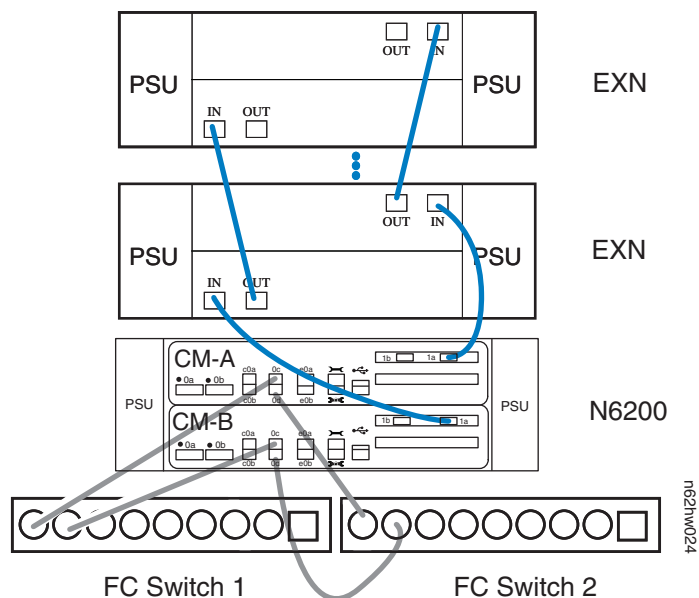

图 9. 将 N6200 系列系统扩展适配器用电缆连接到存储扩展单元
3. 如第 17 页的图 9 所示，将顶部控制器模块（CM-A）的双端口扩展适配器端口 1a 用电缆连接到第一个存储扩展单元通道 A ESH4 或 AT-FCX IN 端口。
4. 如第 17 页的图 9 所示，将底部控制器模块（CM-B）的双端口扩展适配器端口 1a 用电缆连接到第一个存储扩展单元通道 B ESH4 或 AT-FCX IN 端口。
5. 如图 9 所示，将第一个存储扩展单元通道 A ESH4 或 AT-FCX OUT 端口用光缆连接到下一个存储扩展单元通道 A ESH4 或 AT-FCX IN 端口。用纯色标签标记该电缆。
6. 如图 9 所示，将第一个存储扩展单元通道 B ESH4 或 AT-FCX OUT 端口用光缆连接到存储扩展单元通道 B ESH4 或 AT-FCX IN 端口。用纯色标签标记该电缆。